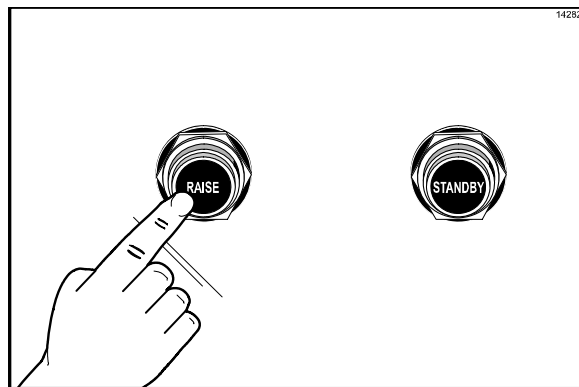

Рисунок 23
1. Нажмите на кнопку "ПОДНЯТЬ" и поднимите верхнюю плиту в ОТКРЫТОЕ положение. (См. рис. 23)